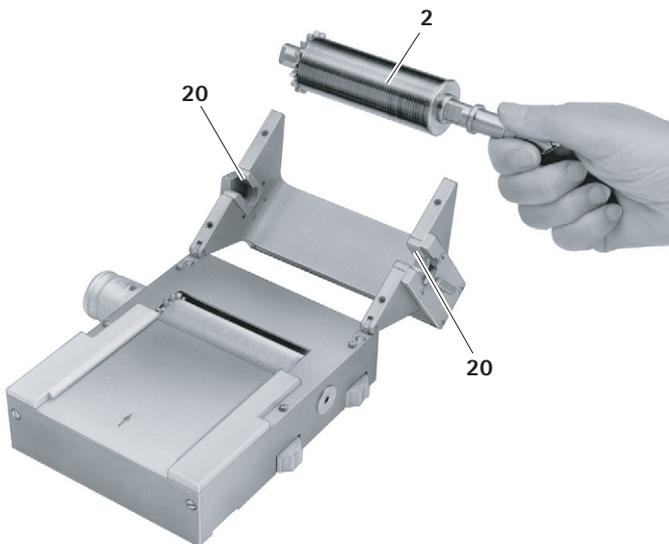

Abb. 4
- ▶ Schneidwalze 2 drehen, dabei aus den Lagerstellen 20 herausziehen, siehe Abb. 4.
- ▶ Schneidwalze 2 in die zwei Lagerstellen 20 einlegen, siehe Abb. 4.